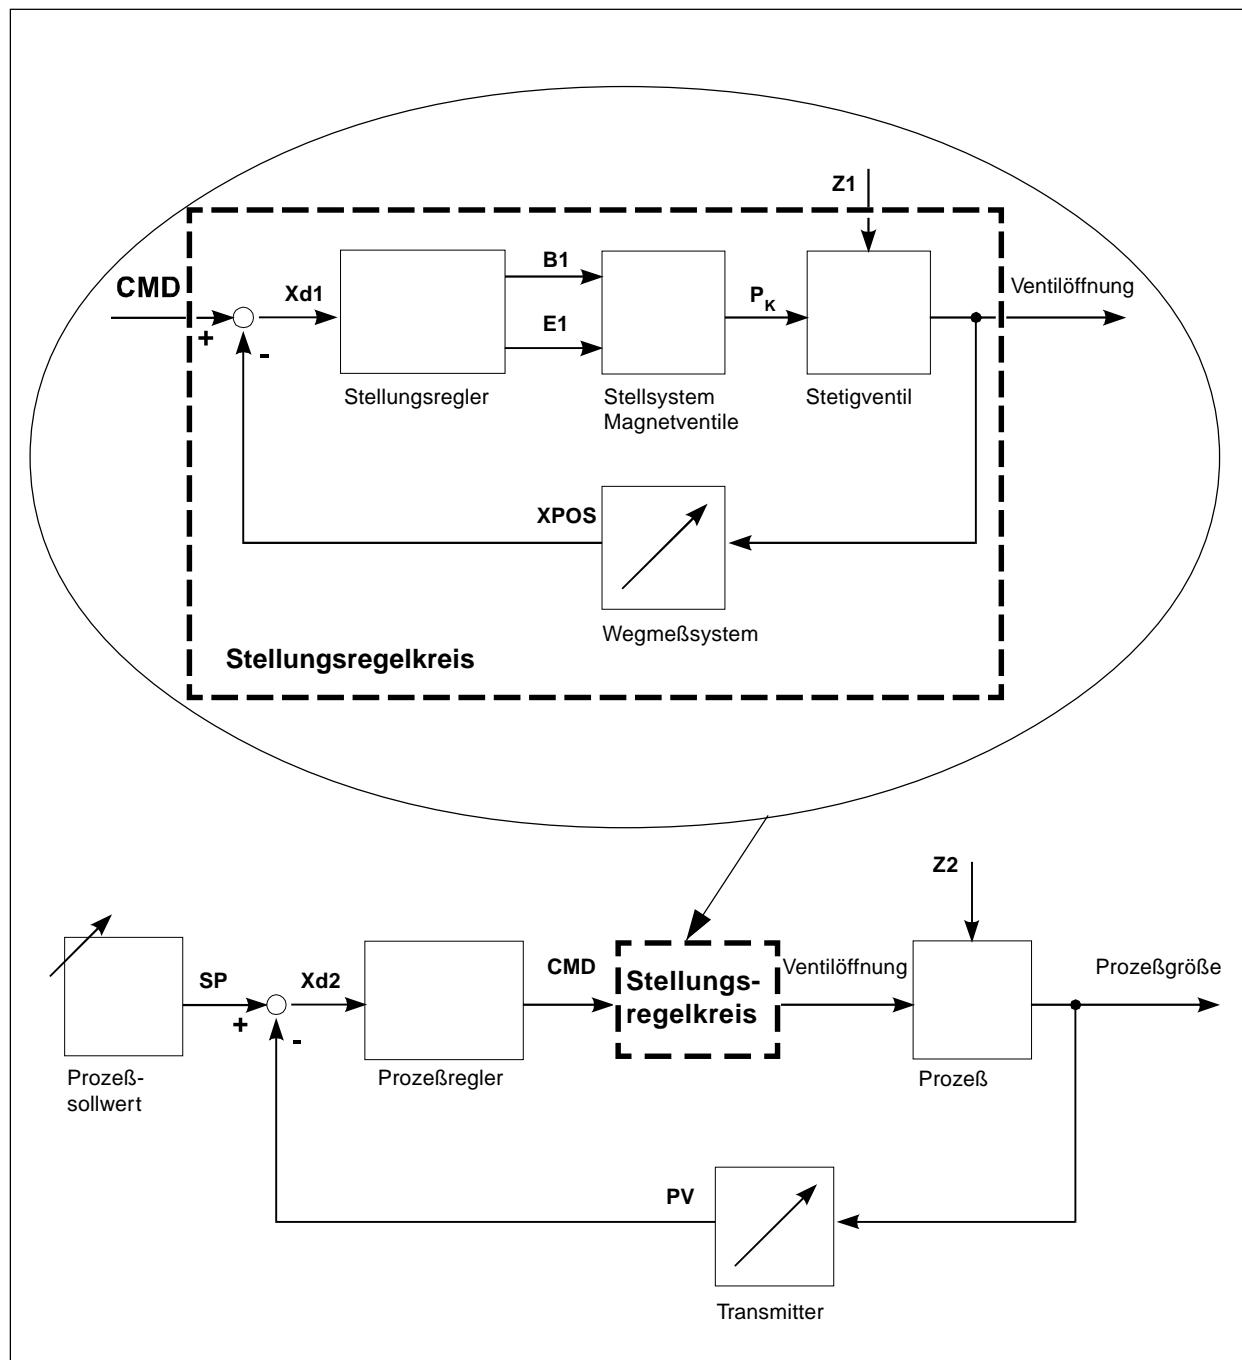

Bild 3.7: Schematische Darstellung der Prozeßregelung
3.2.2 Betrieb als Prozeßregler (Bild 3.7)